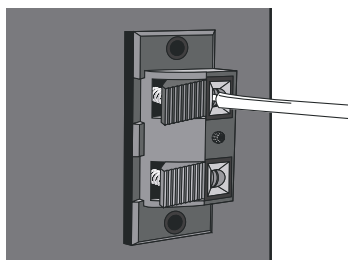

figura 6
4. Suelte el botón pulsador para fijar el cable en el borne (**figura 6**).